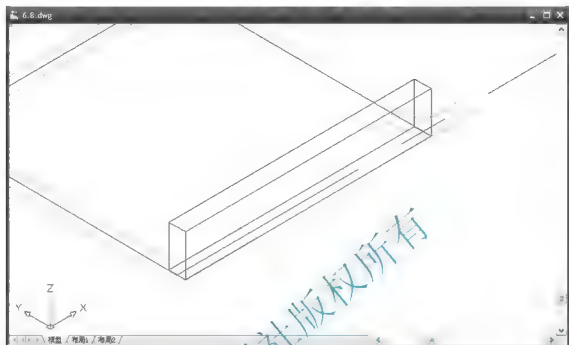

图 6.8 改变墙的厚度
- (4) 利用【对象特性管理器】将厚度修改为“600”，结果如图 6.8 所示。